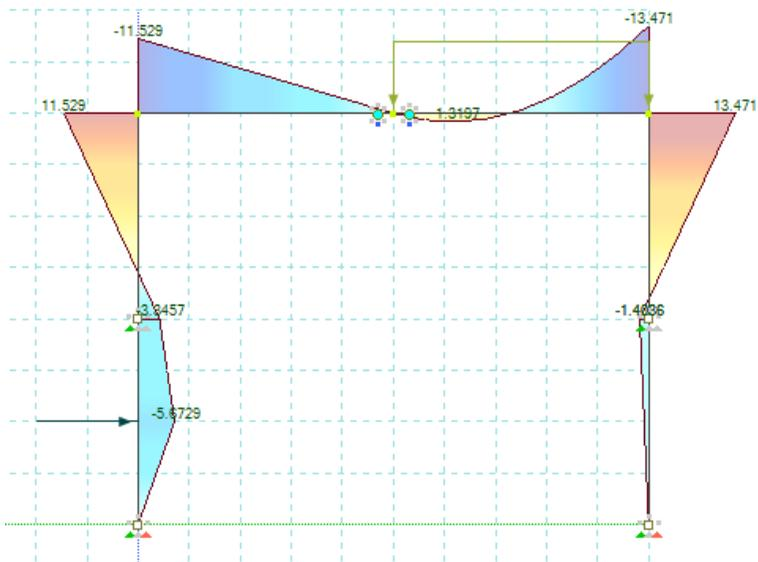

Рис. 82. Эпюра изгибающих моментов  $M_y$
17. Выведите на экран и представьте в отчете эпюру изгибающих моментов  $M_y$ , указав значения ординат (рис. 82).